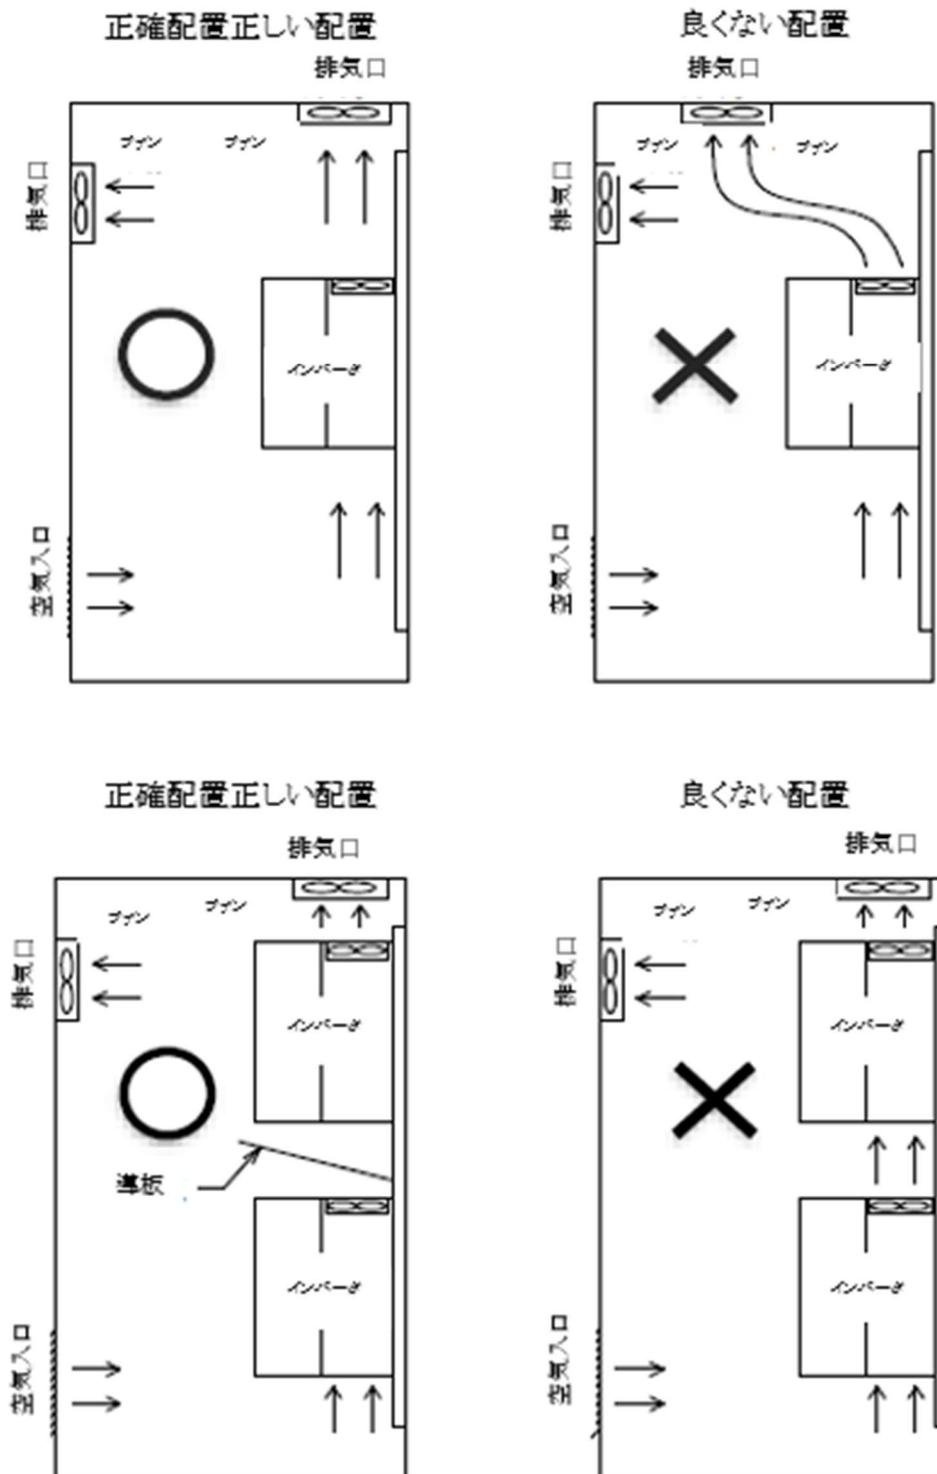
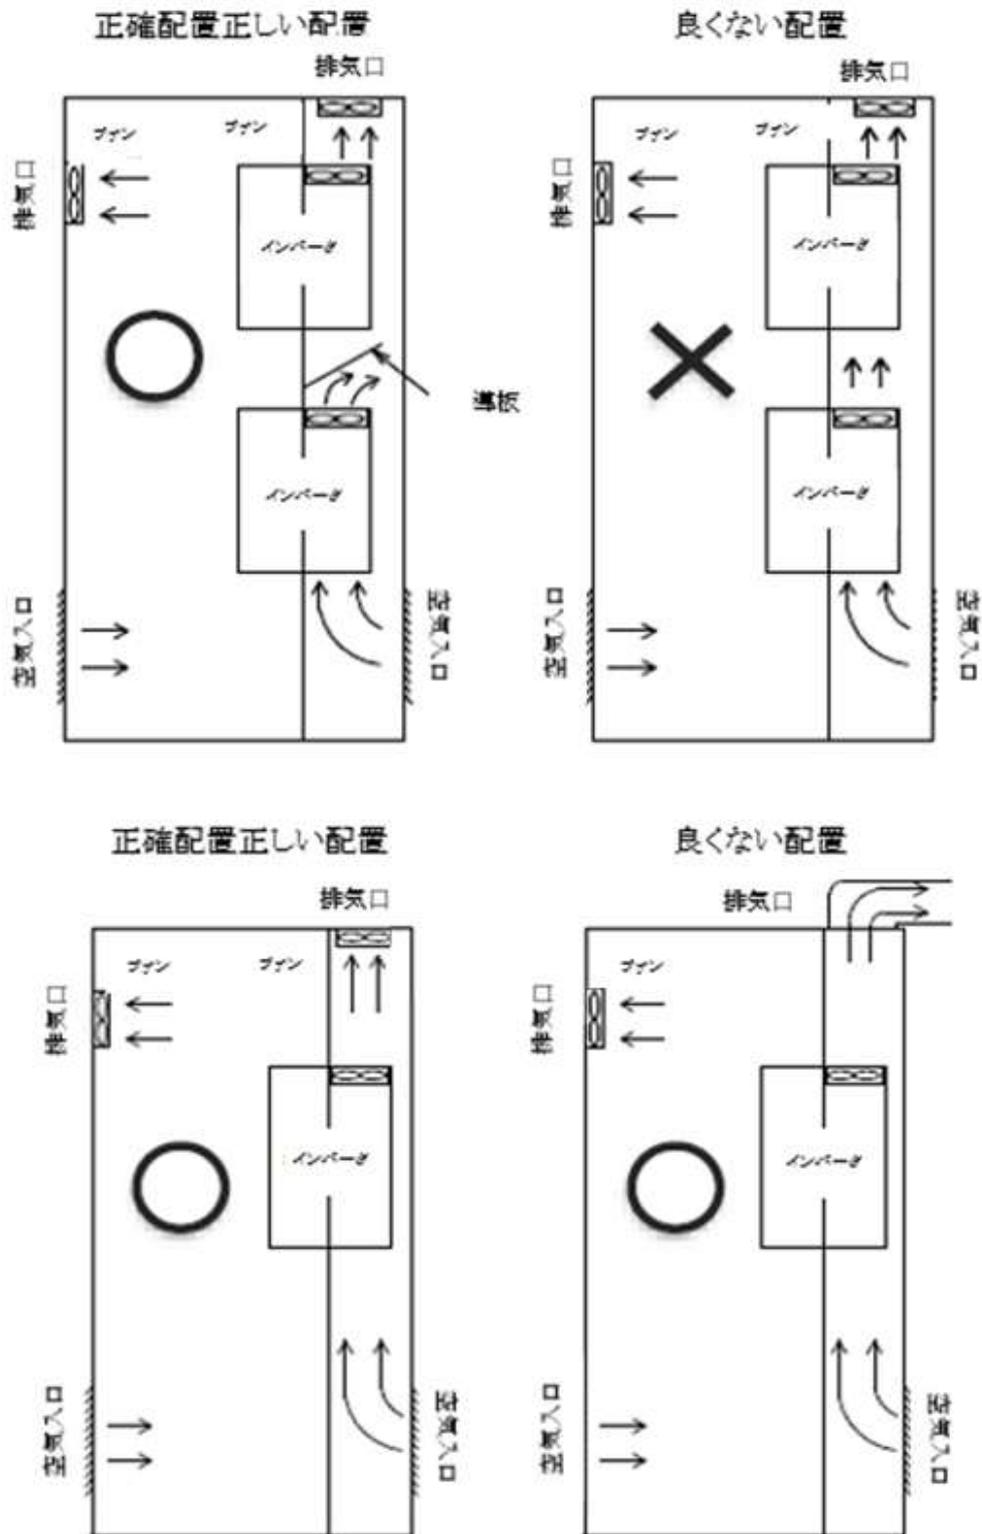

図1:制御盤/パネル内部のインバータ配置図
図 2: 制御盤/パネル外部のインバータ配置図
- 3-2-3 配置： インバータの運転時に発生する熱のため、インバータは換気の良い場所に設置する必要があります。インバータの取り付け方法は、以下の図1と図2を参照してください。